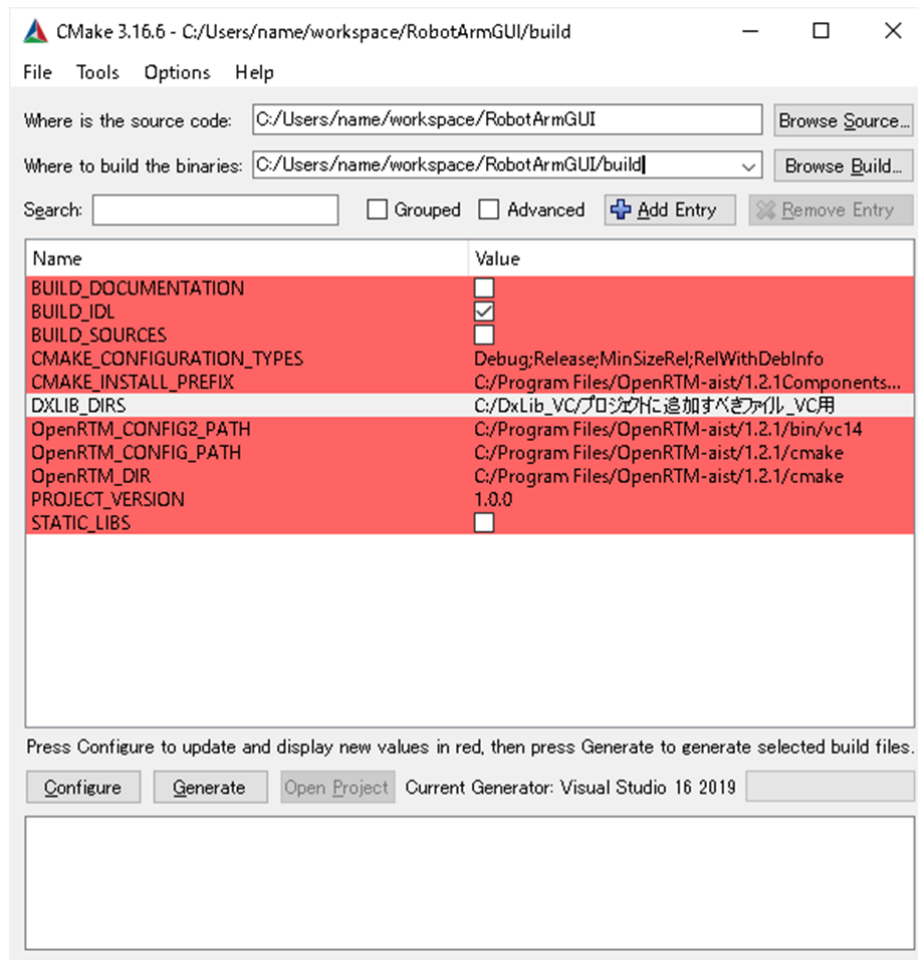

図 13 DXライブラリの設定
- ① (2-1)の①～⑤までと同様の作業を行う。
- ② DXLIB\_DIRS の欄にDXライブラリのパッケージ内に入っている「プロジェクトに追加すべきファイル\_VC 用」ディレクトリのパスを入力する (図 13)。(パスの例→ c:\DxLib\_VC\プロジェクトに追加すべきファイル\_VC用)